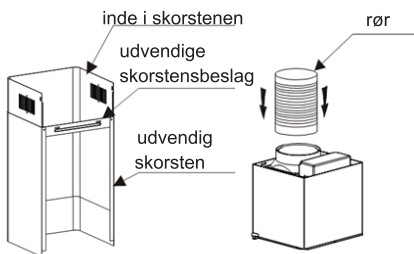

Figur. 10
- Placer skorstenene på hættan og fastgør den indvendige skorsten med beslaget med 2 skruer. (Figur 10)